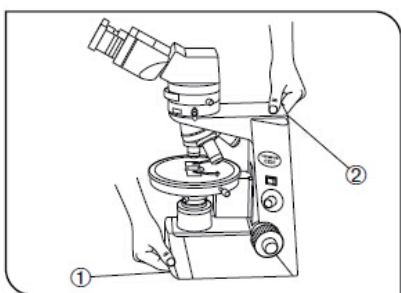

图 2
- 移动显微镜时，请务必先取出标本，以防止标本滑落，并通过下一页图 2 所示的位置握住显微镜。
2. 更换灯泡时，为了避免潜在的电击危险和烧伤，一定要将主开关①设为“O”（关闭），并提前从墙上插座上拔掉电源线。使用过程中或刚刚用完后，要等到灯室②和灯泡冷却后，才能更换灯泡。
7. 当显微镜的通风口中有金属物体时，切勿将主开关①设置为“|”（打开），否则可能会导致电击、人身伤害和设备损坏。